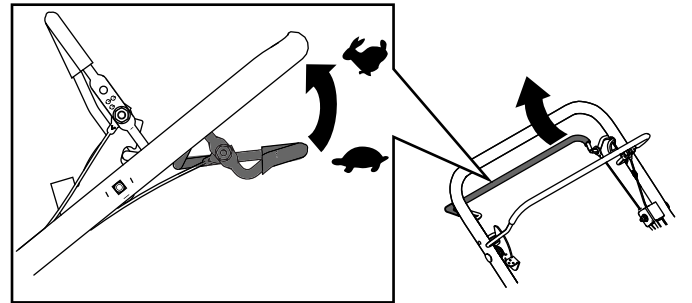

Figura 18
3. Para activar la transmisión autopropulsada, apriete la barra de autopropulsión (Figura 18).